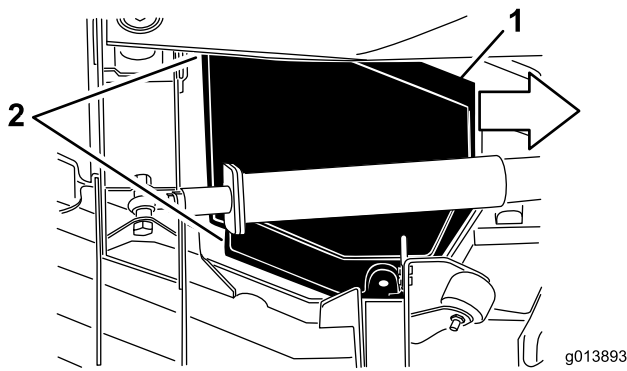

Bild 48
5. Schieben Sie die Abdeckung beim Anheben ungefähr 2,5 cm zur Zugmaschine, um die äußere Abdeckungskante vom Mähwerk auszuhaken (Bild 48).